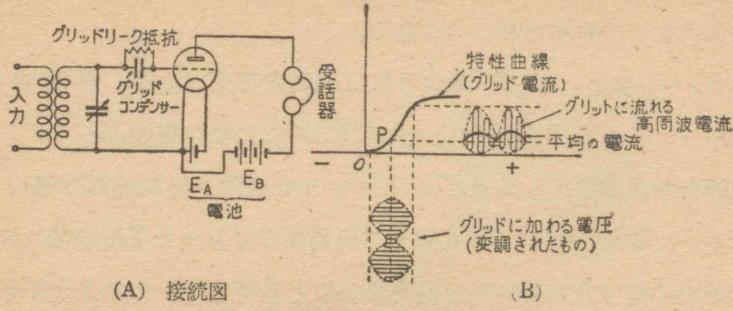

図 47 グリッド検波のわけ
グリッド検波 図 47 のように、三極真空管のグリッドにグリッドリード抵抗とグリッドコンデンサーとをつないで検波するものがグリッド検波である、図の (B) ようにグリッド電流の特性曲線の曲がったところ P をもととして働かせる。このようにすると、高周波電圧はグリッドコンデンサーを通してグリッドに加わり、図の (B) のようにしてグリッド回路で検波される。この検波される平均の電流がグリッドリード抵抗を通り、低周波電圧がグリッドに加わって、三極真空管の増幅作用で増幅されるのである。